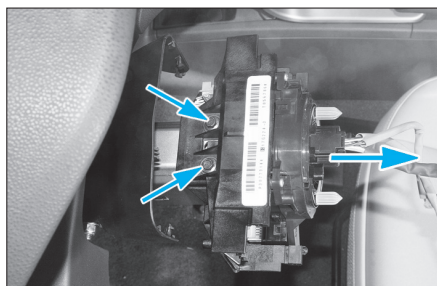

FIG. 4
- Déposer les 2 vis de fixation du contacteur (Fig.4).